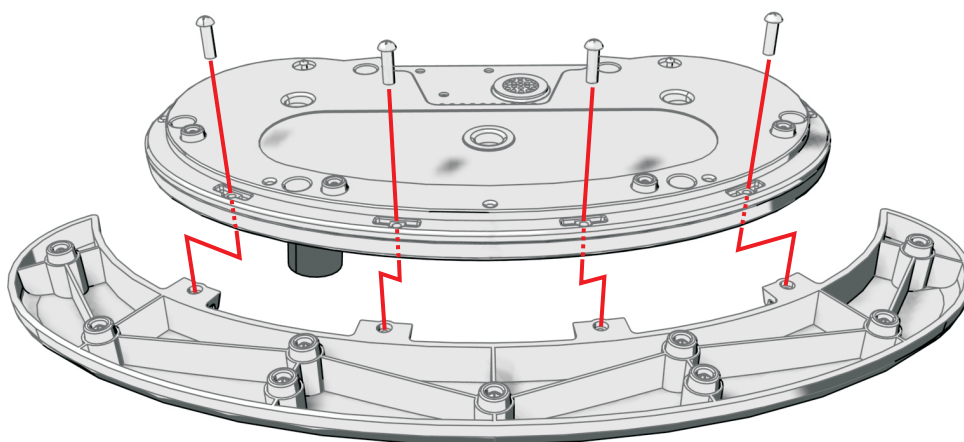

Figura 4. Installazione del supporto per il polso
2. Vedere la Figura 4. Ribaltare la tastiera. Fissare il supporto per il polso allineando dapprima le quattro linguette sul supporto con le quattro prese con vite corrispondenti sulla base. Installare le quattro viti in dotazione (viti 4-40 x 0,312 pollici Phillips a testa piatta). Per lasciare i moduli nelle posizioni predefinite, basta girare la base verso l'alto.